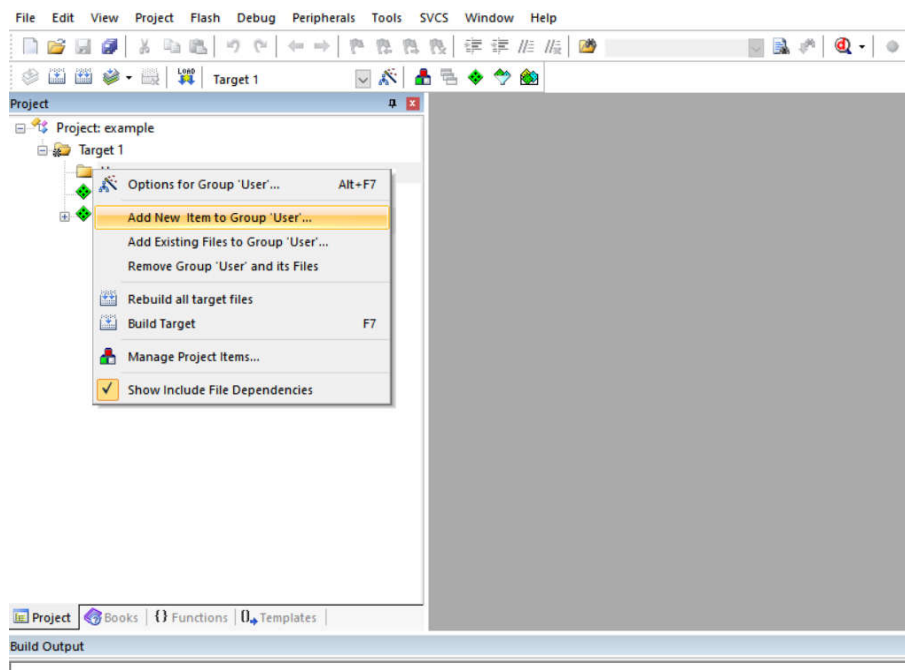
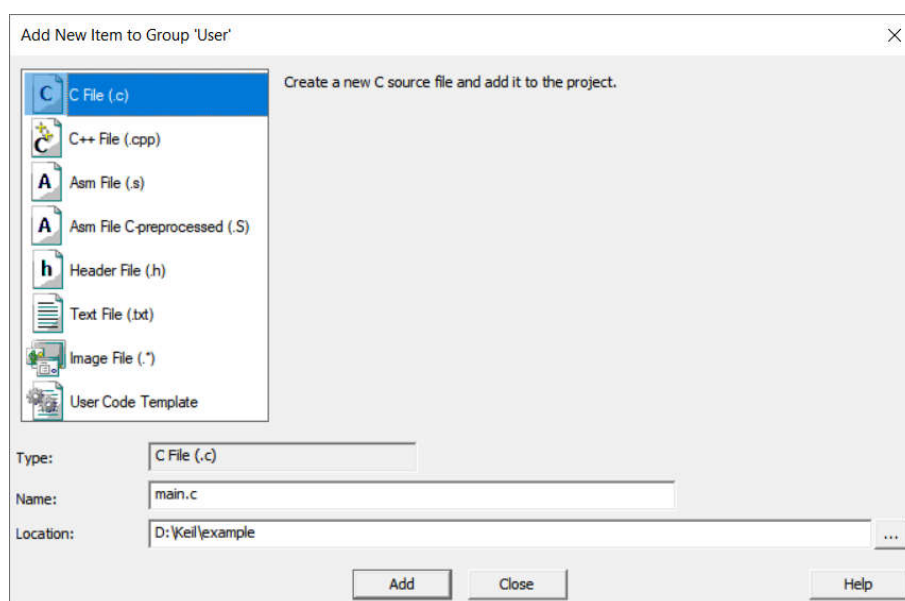
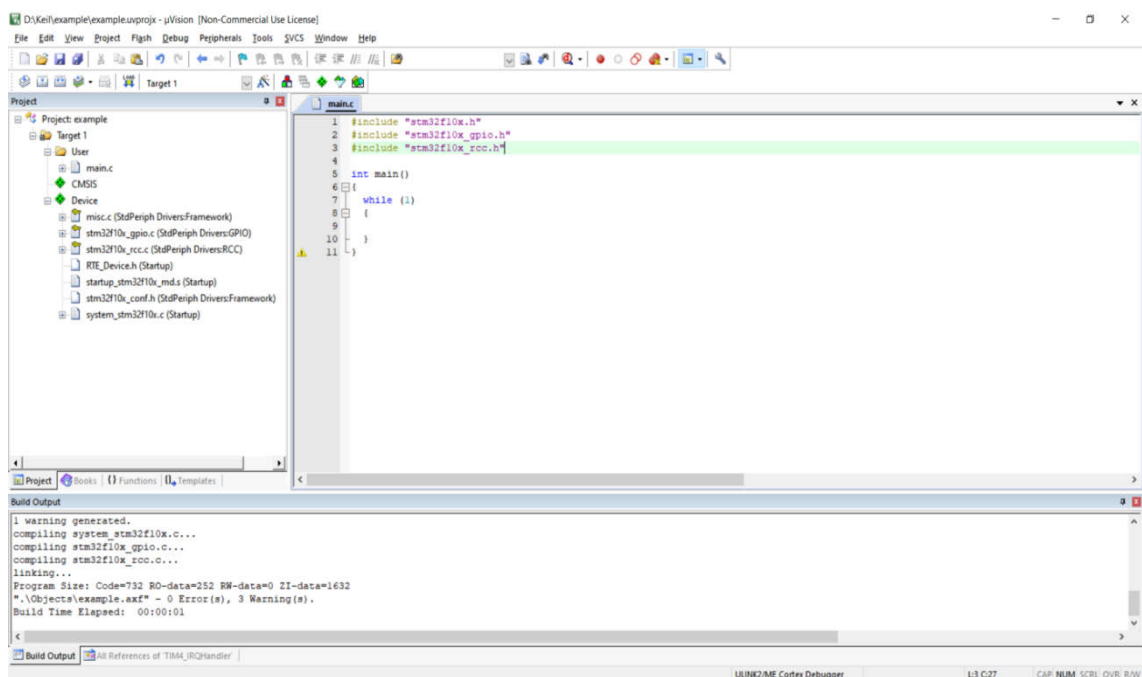

Рис.13
Рис.14
Рис.15
4.4 Создать файлы программы. Для этого необходимо создать группу пользовательских файлов «Add Group...» (рис.13), добавить в нее файл «main.c» - «Add New Item to Group...» (рис.14). После чего добавить в созданный файл директивы включения библиотечных файлов и функцию *int main()*, содержащую бесконечный цикл (рис.15).